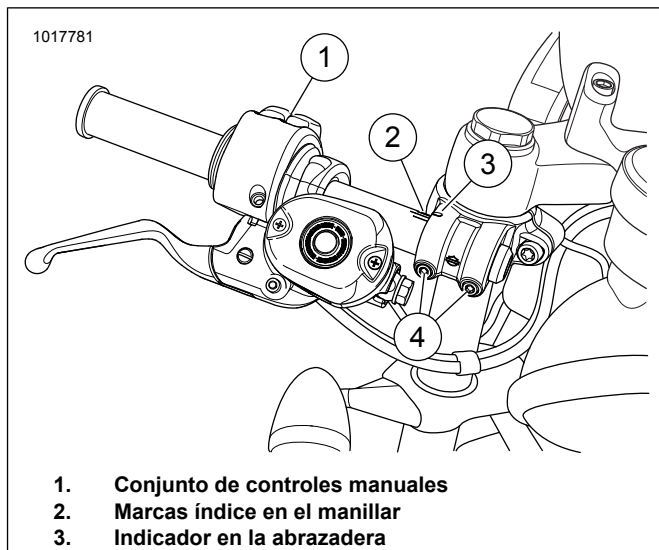

Figura 6. Manillar enganchable, instalado con controles manuales
4. Vea Figura 6. Si lo desea, los manillares enganchables pueden rotarse levemente.
5. Observe la alineación de la(s) marca(s) índice enganchables (2) al indicador en la abrazadera (3).
6. Afloje los tornillos (4).
8. Apriete los tornillos (4) a: